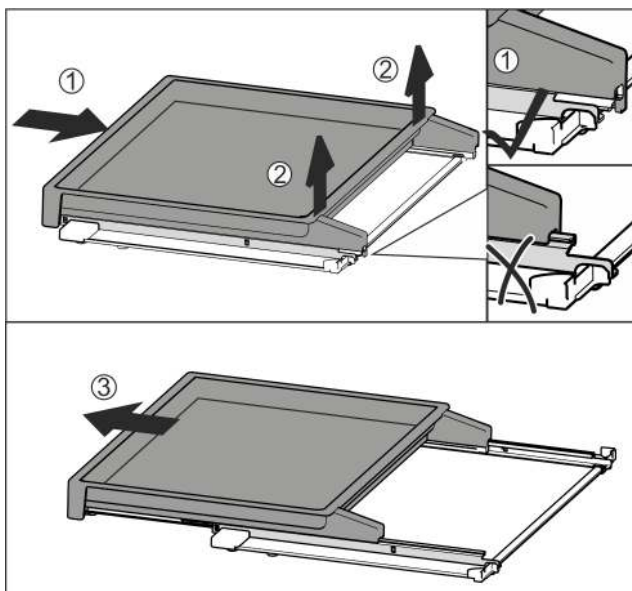

Fig. 78
- Вставить вытяжную панель полностью Fig. 78 (1).
- Отпустить фиксацию на задней стороне Fig. 78 (2).
- Извлеките вытяжную панель движением вперед Fig. 78 (3).